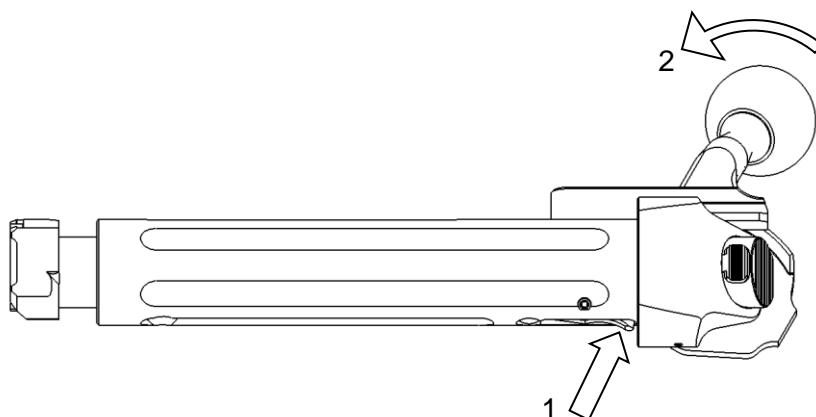
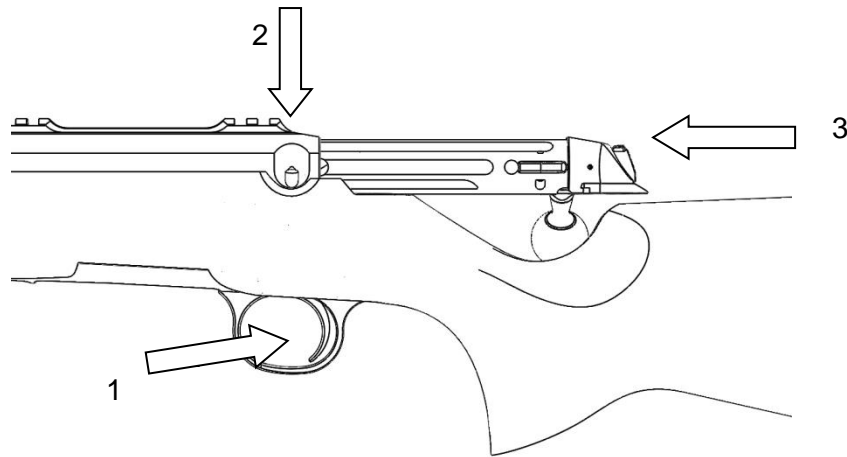

Bild 6
Bild 7
- 1) Die Wippe auf der linken Seite der Kammer drücken um den Kammergriff zu entspannen (Bild 6). Kammer etwa 10mm bis zum Anschlag einführen (Bild7) .
- 2) Erst Abzug drücken (1), dann die Fangtaste (2), und beide gedrückt halten (Bild 7).
- 3) Kammer in das System einfügen (3).
- 3) Die Wippe auf der linken Seite der Kammer drücken um den Ladehebel zu entspannen (Bild 6).
- 4) Erst Abzug drücken, dann die Fangtaste, und beide gedrückt halten (Bild 7).